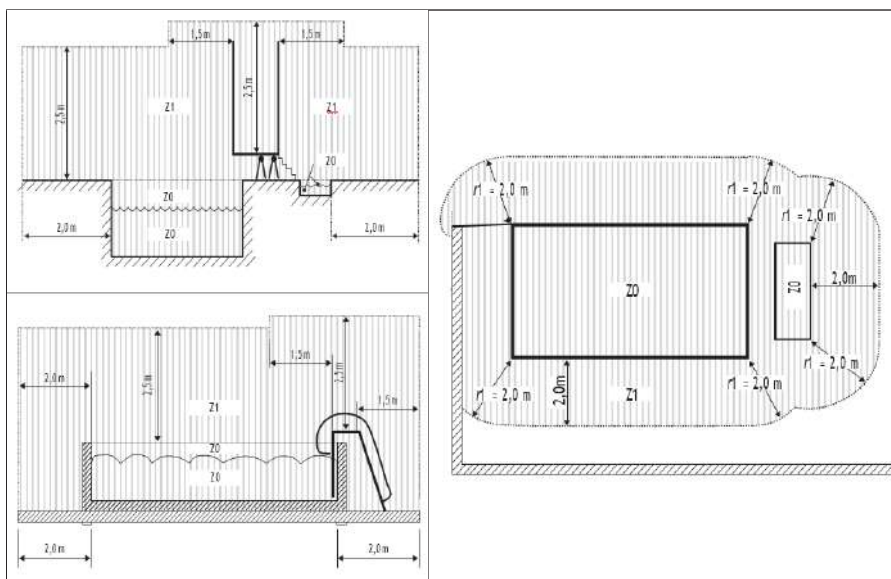

Figura 1 - ZONAS DE INSTALACIÓN
- La bomba no puede instalarse en la Zona 0 ni en la Zona 1. Puede ver diagramas en la figura 1 - Zonas de instalación.
Antes de empezar, compruebe que tiene todas las piezas indicadas en la Figura 1.